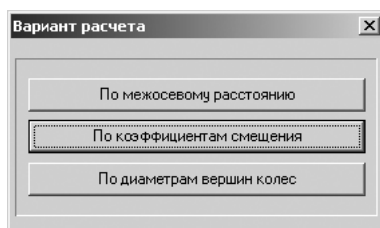

Рис. 3.87. Начальное окно системы **Расчеты цилиндрической зубчатой передачи внешнего зацепления**
- щелкните в начальном окне системы **Расчеты цилиндрической зубчатой передачи внешнего зацепления** по кнопке **Геометрический расчет**. Появится диалоговое окно **Варианты расчета**, см. рис. 3.87;